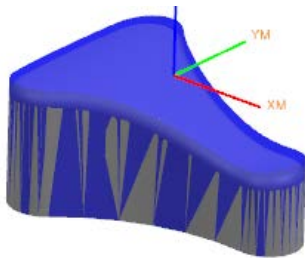

图 4.6.3 毛坯几何体
Step2. 在“毛坯几何体”对话框 选择选项 区域中选择 ☒ 几何体 单选项，选取图 4.6.3 所示
Step4. 完成后在图 4.6.3 所示的毛坯几何体上单击鼠标右键，在弹出的快捷菜单中，选择 **隐藏(H)** 命令，将该几何体隐藏起来。